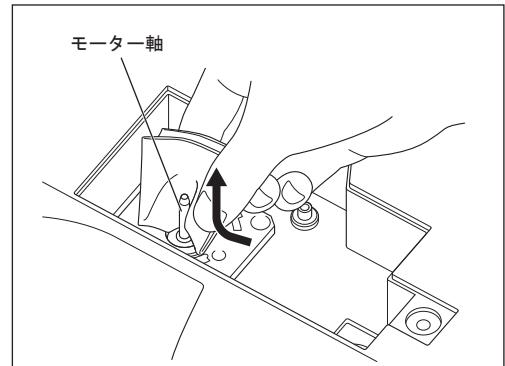

図57
- ・モーター軸の汚れや水分を拭き取る際は、根元から拭きあげてください（図57）。